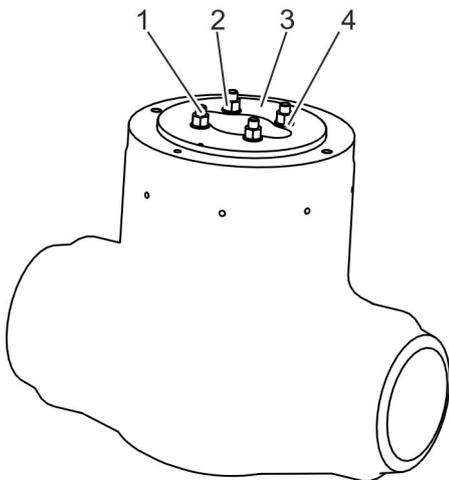

Abb. 7: Muttern vom Spanndeckel lösen
1. ➔ Muttern (Abb. 7/2) am Spanndeckel (Abb. 7/3) lösen und samt Scheiben (Abb. 7/4) entfernen.